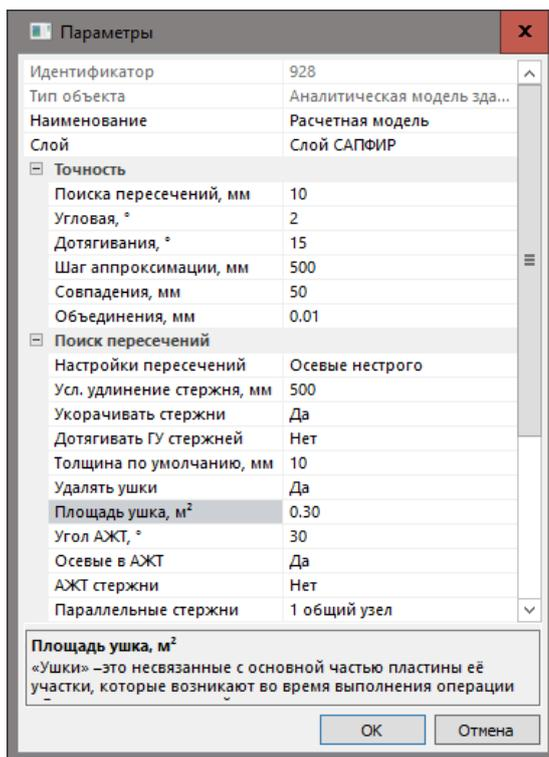

Рис.15.36. Диалоговое окно Параметры
- Вызовите диалоговое окно **Параметры** (рис.15.36) щелчком по кнопке  - **Свойства расчетной модели** (панель **Расчетная модель: создание** на вкладке **Аналитика**).